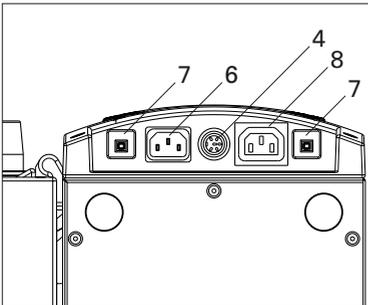

Abb. 7:
- Besitzt Ihr Arbeitsgerät einen Kaltgeräte-Einbaustecker, verwenden Sie das mit der Absauganlage gelieferte Kaltgerätekabel C13/C14 zum Anschluss an die Steckdose 8 (Abb.7).
- Besitzt Ihr Arbeitsgerät einen Schaltausgang, kann ein Steuerkabel (Sonderkabel auf Anfrage) zur Verbindung mit der Absauganlage verwendet werden. Nutzen Sie anstelle der Steckdose 8 die Datenschnittstelle 4 (Abb. 7).
- In Verbindung mit dem Relais-Adapter SL 230 (Sonderzubehör) können Geräte mit einem 230V-Ausgang für eine Absaugung mit dem Schalteingang der Schnittstelle (4) gekoppelt werden.